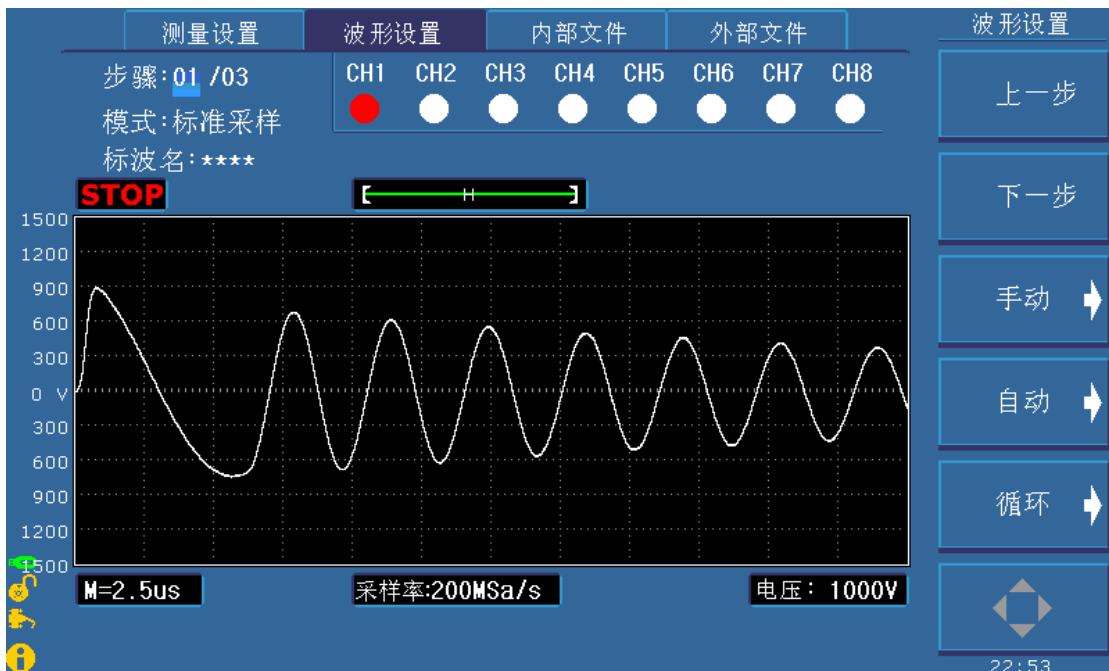

图 5-2 波形设置界面
用户在波形设置界面设定查看每一个测试步骤关于标准波形的采样处理等。界面的右上角显示当前选择步骤的 8 个通道配置（TH2883S4-5 是 4 个通道的配置），红色表示当前通道选择为电压高端，黑色表示当前通道选择为电压低端，白色表示当前通道关闭。页面下方为波形显示区域，显示的是当前步骤所采集的标准波形等波形显示，同时显示脉冲电压，采样率，时基显示，测试状态显示等。波形设置界面如图 5-2 所示。
- ✧ **加载** 用来加载一个已保存在内部非易失性存储器中的文件，如图 5-2 所示，使用上下方向键或者滚轮选择需要的文件，按下**加载**软键，再按**是**软键加载此文件，如果想退出加载文件，按**否**软键。